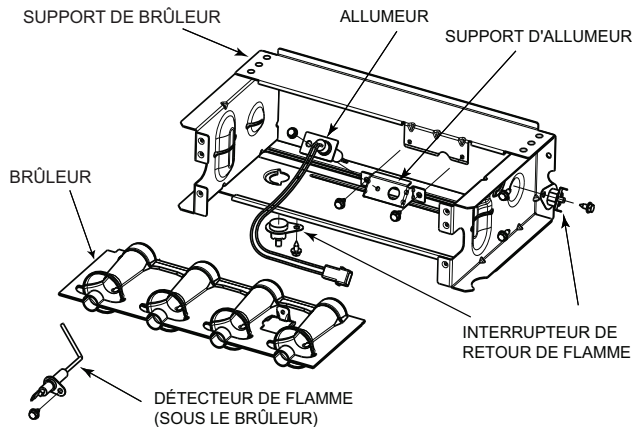
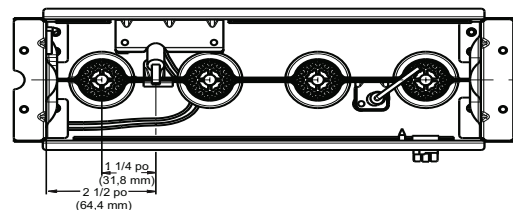
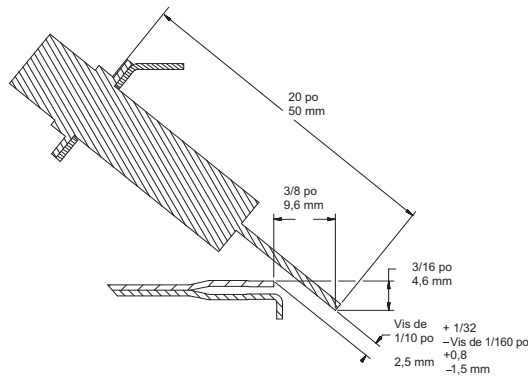

Fig. 68 – Ensemble du brûleur
Fig. 69 – Position de l'allumeur – vue du haut
Fig. 70 – Position de l'allumeur – vue latérale
Consultez le Fig. 68.
8. Vérifiez l'alignement de l'allumeur. Consultez le Fig. 68, le Fig. 69 et le Fig. 70.
L'allumeur n'a **PAS** besoin d'une inspection annuelle. Vérifiez la résistance de l'allumeur avant son retrait. Consultez la Fig. 68, la Fig. 69 et la Fig. 70.
- a. À l'aide d'un tournevis 1/4 po, retirez les deux vis qui fixent le support de fixation de l'allumeur à l'ensemble de brûleur. Voir la Fig. 68.
7. Rebranchez le faisceau de l'allumeur sur l'allumeur en disposant les fils de façon à vous assurer qu'il n'y a aucune tension sur l'allumeur lui-même. Consultez la Fig. 68.